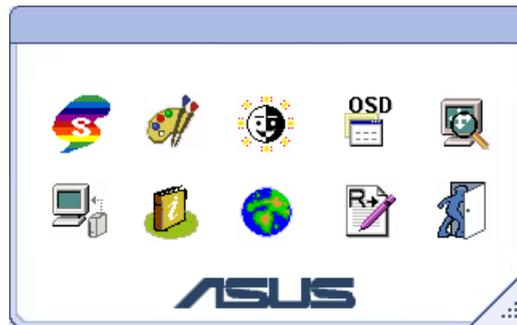

図 5
1. MENU(メニュー)ボタンを押して、OSD メインメニュー(図 5)をアクティブにします。